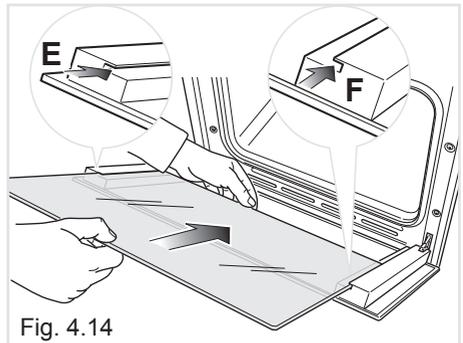
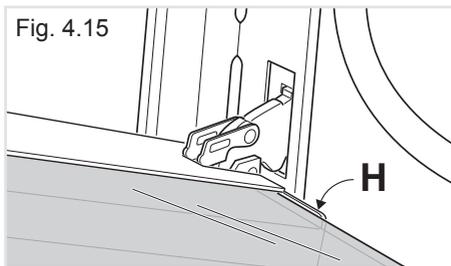

Fig. 4.14
Fig. 4.15
- Inserire il vetro nelle guide "E" ed "F" (fig. 4.14) e farlo scorrere dolcemente fino ai fermi "H" (fig. 4.15).